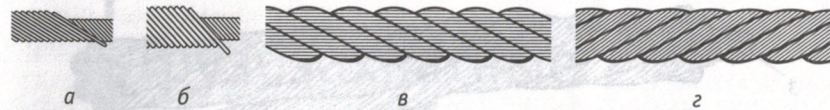

Рис. 3.2. Типы свивки стальных канатов:
- канат с линейным касанием проволок в прядях (ЛК) (рис. 3.2, а);
- канат с точечным касанием проволок в прядях (ТК) (рис. 3.2, б);
- канат **односторонней** свивки (О) (рис. 3.2, г) — с одинаковым направлением свивки проволок в прядях и прядей в канате;
- канат **крестовой** свивки (рис. 3.2, в) — с противоположным направлением свивки прядей и каната.